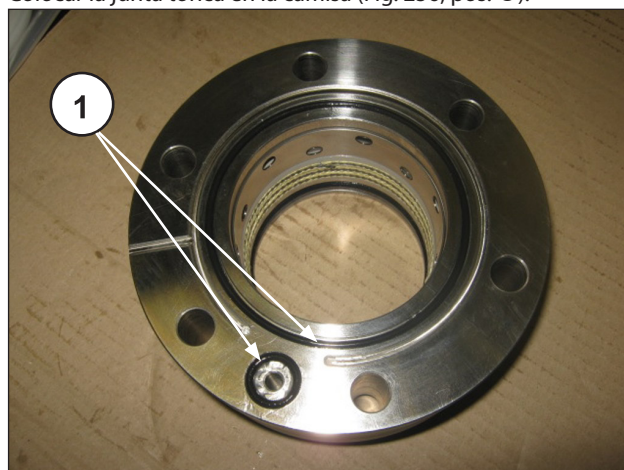

Fig. 256
Colocar la junta tórica en la camisa (Fig. 256, pos. ①):